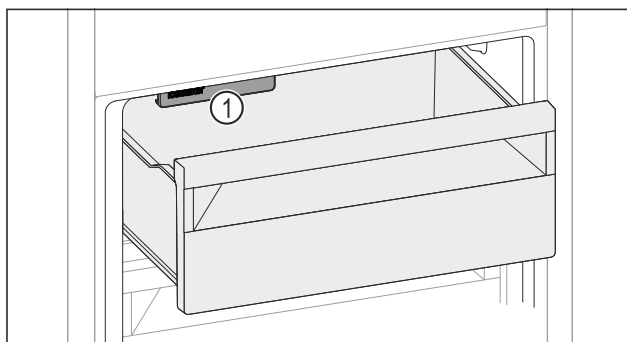

Fig. 236
- Vložte potraviny do zásuvky. Když vložíte potraviny na levou stranu zásuvky: ► Dávejte pozor na IceMaker Fig. 236 (1).